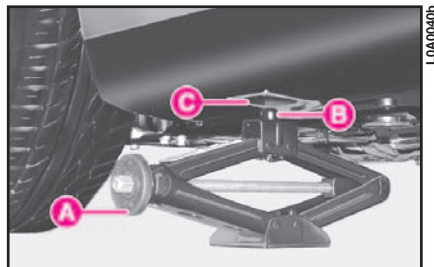

fig. 13
14) Ruotare a mano la manopola **A** (fig. 13) del cric in modo da aprirlo parzialmente, quindi posizionare il cric sotto la vettura.